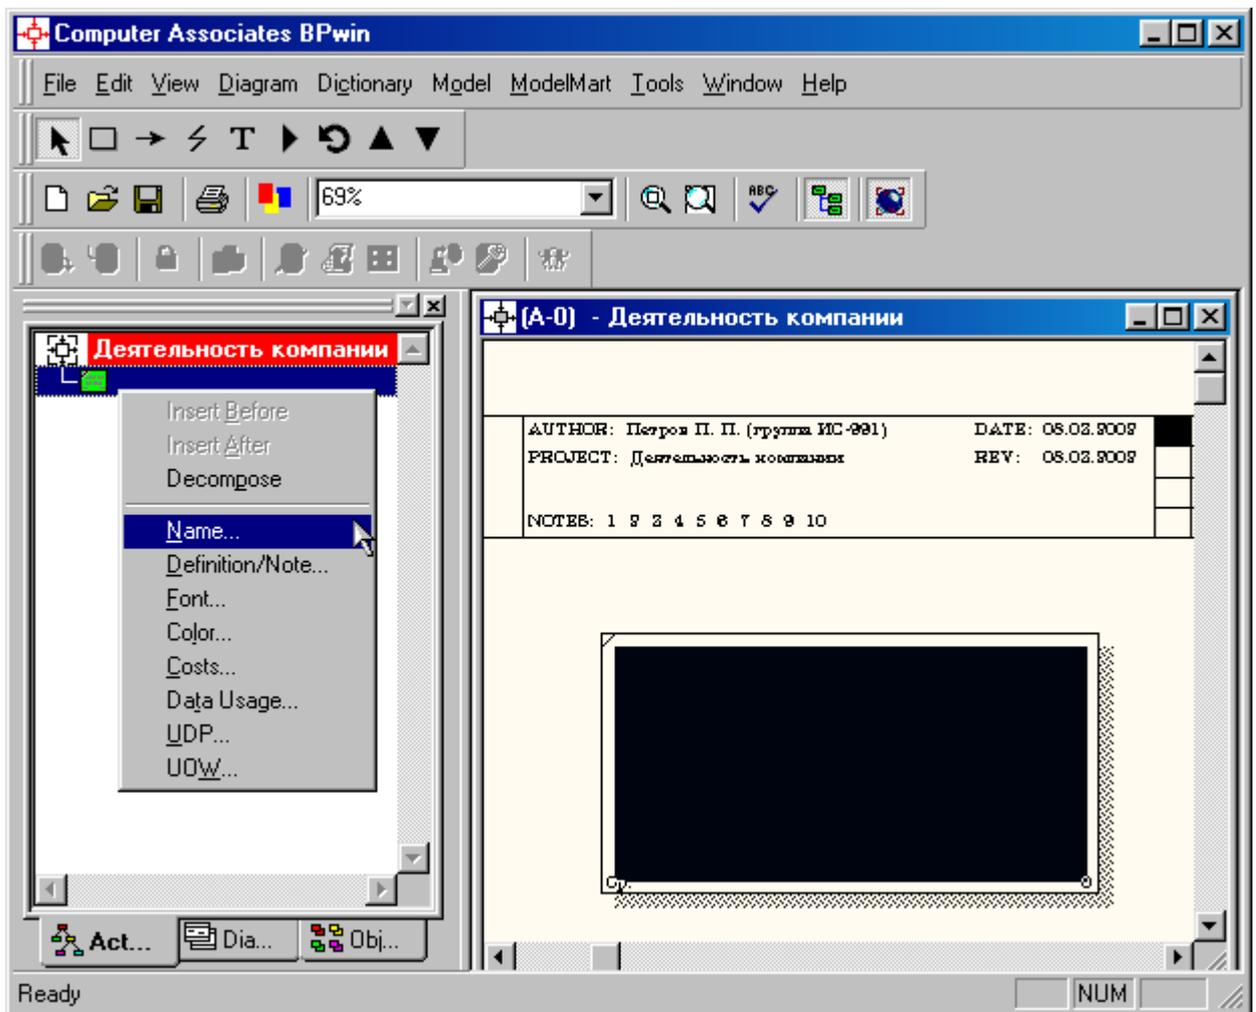

Рисунок 1.4 – Щелчок правой кнопкой по объекту во вкладке **Activities** позволяет воспользоваться контекстным меню для редактирования его свойств
- 6 Обратите внимание на кнопку  на панели инструментов. Эта кнопка включает и выключает инструмент просмотра и навигации - **Model Explorer** (Браузер модели). **Model Explorer** имеет три вкладки – **Activities** () , **Diagrams** () и **Objects** () . Во вкладке **Activities** щелчок правой кнопкой по объекту в браузере модели позволяет выбрать опции редактирования его свойств (рисунок 1.4).